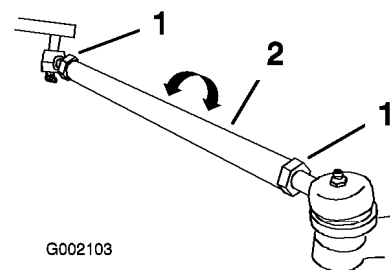

Figura 12
2. Si la medida no está dentro del intervalo especificado (consulte las dimensiones y los parámetros que figuran al principio de este procedimiento), afloje las contratuercas en ambos extremos de las bielast (Figura 12).